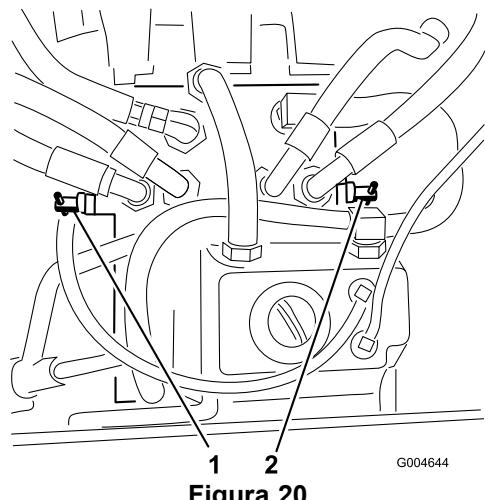

Figura 20
3. Gire **ambas** válvulas de desvío 2 vueltas en el sentido contrario a las agujas del reloj (Figura 20).
Gire cada válvula de desvío en el sentido de las agujas del reloj y apriételas a mano (par de 71 pulgadas-libra (8 N·m)) (Figura 20).